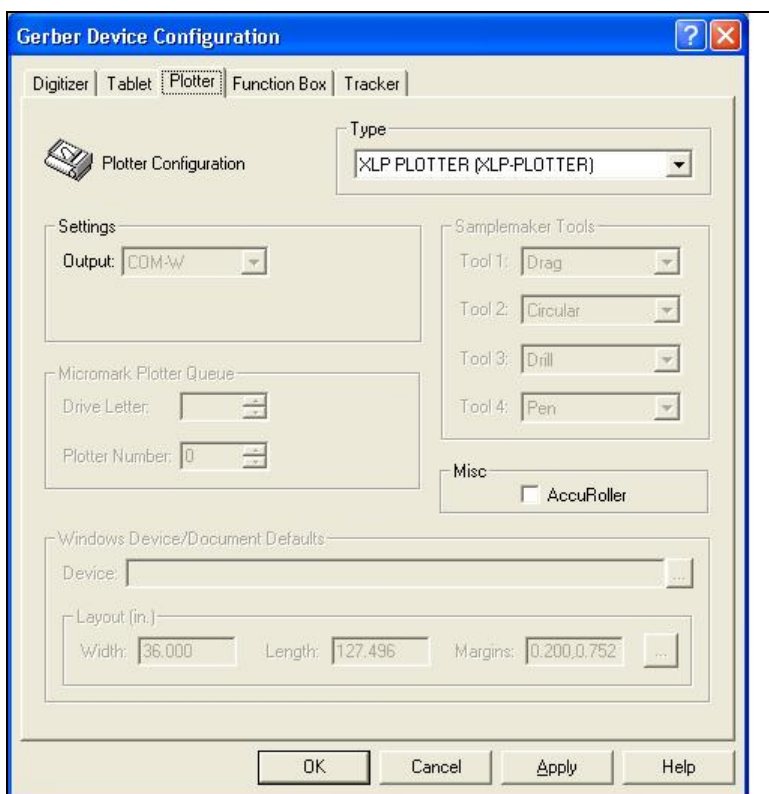

Figura 25. Configuración del dispositivo Gerber
3. Aparecerá la ventana **Gerber Device Configuration** ("Configuración del dispositivo Gerber") (Figura 25).